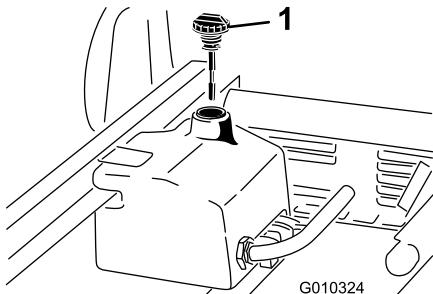

Figura 20
1. Pulite la zona intorno al collo del bocchettone e il tappo del serbatoio idraulico (Figura 20). Togliete il tappo dal collo del bocchettone.
2. Togliete l'asta di livello (Figura 20) dal collo del bocchettone e pulitela strofinando con un panno pulito. Inserite l'asta di livello nel collo del bocchettone, quindi estraetela e controllate il livello del fluido. Il livello del fluido deve essere compreso tra le due tacche dell'asta di livello.